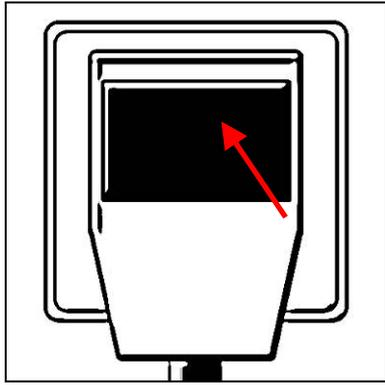
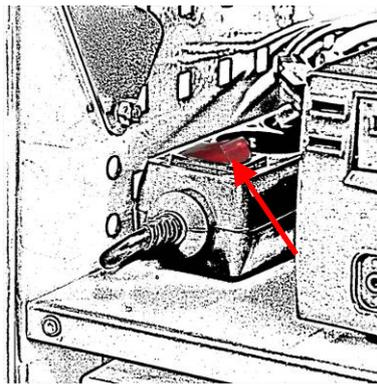

Abb.1
Abb.2
- Schalten Sie die Geräte am Hauptschalter aus Abb.1 o. Abb.2.